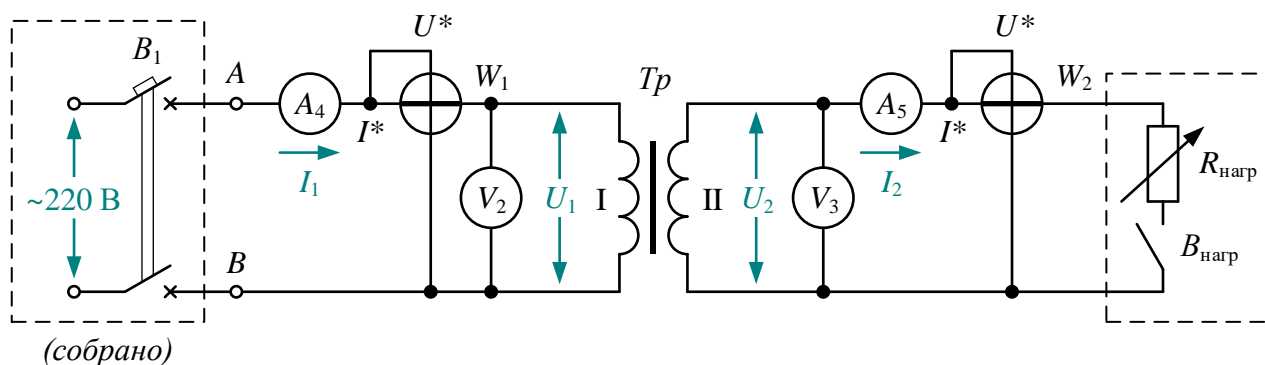

Рис. 3. Электрическая схема для исследования работы трансформатора в нагрузочном режиме
При снятии внешней характеристики нагрузкой трансформатора является активное сопротивление $R_{\text{нагр}}$ (**рис. 3**). Выключатель $B_{\text{нагр}}$ должен быть замкнут; ступенчато изменяя $R_{\text{нагр}}$ можно получить четыре значения сопротивления нагрузки.
7. Собрать электрическую схему по рис. 3 для исследования трансформатора в нагрузочном режиме.